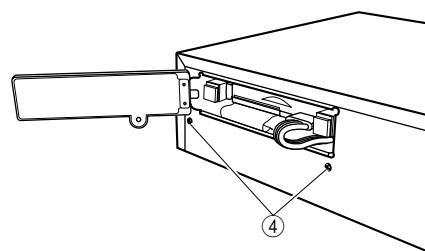

Fig. 3
- Remove 2 screws (④). (Fig. 3)
- ④のネジ2本を外します。(Fig. 3)